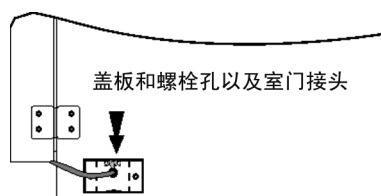

图 1-4. 盖板
1. 卸除上方培养箱中将室门电缆固定的盖板。请参阅图 1-4。拔下接头上的电缆插头。